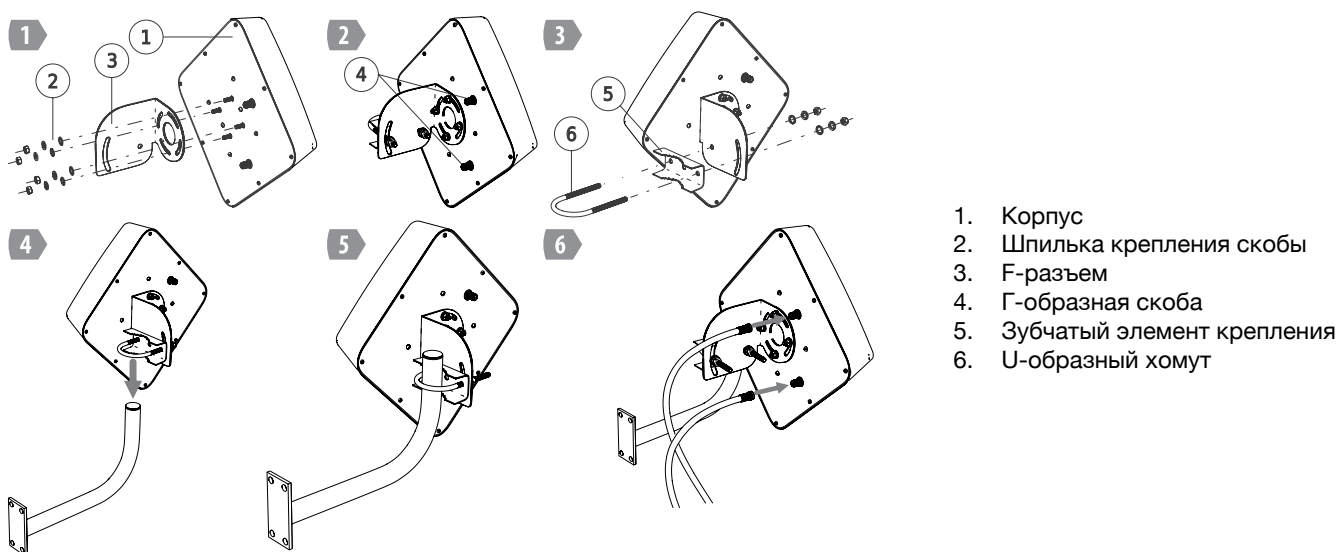
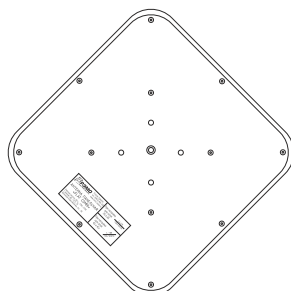

Рисунок 2 – Сборка и монтаж антенны
Рисунок 3 – Ориентация антенны
1. Закрепите Г-образную скобу (рис. 2, поз. 4) на корпусе антенны (рис. 2, поз. 1) с помощью входящих в комплект крепежа гаек и шайб. При этом совместите прорези в скобе и крепежные шпильки (рис. 2, поз. 2) таким образом, чтобы метка линии горизонта на наклейке для используемого стандарта связи совпадала с фактической линией горизонта (рис. 3).
2. Установите на Г-образную скобу крепеж для монтажа на мачту/кронштейн – U-образный хомут и зубчатый элемент крепления. Закрепите их с помощью винтов, шайб, шайб-гроверов и гаек (рис. 2, поз. 5 и 6).
4. Установите антенну на мачту или кронштейн (рис. 2, пункты 4, 5). Затяните гайки крепления так, чтобы антенна была достаточно надежно закреплена, но при этом имелась возможность поворачивать ее относительно оси кронштейна/мачты.
5. Подключите кабели к F-разъемам антенны (рис. 2, пункт 6). Гидролизируйте разъемы ПВХ-изоляцией.
2. Для работы в сетях 2G/3G/4G и Wi-Fi следует установить X-поляризацию радиоизлучения антенны в 45°к горизонтали (рис. 3).